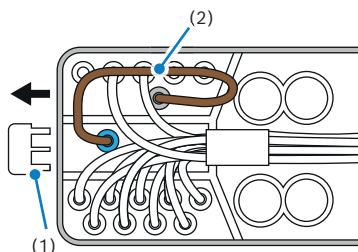

Figura 1
6. Installare il ponticello per cavo nella spina del cablaggio di collegamento XE2 (Figura 1).